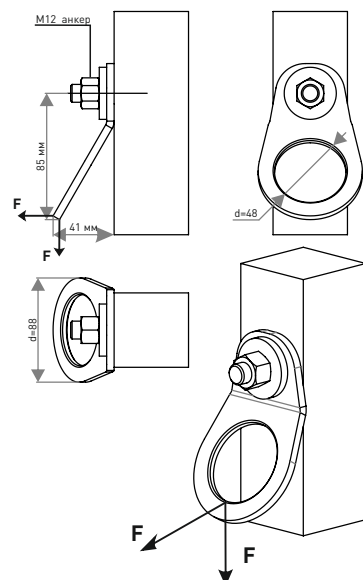

Рис. 5 Установка (монтаж) анкерной точки.
2. Установка анкерной точки должна проводиться в соответствии с правилами выполнения механических и строительных соединений. Для монтажа на металлический профиль следует использовать крепежные элементы M12, для монтажа в бетон - химический анкер M12 (**рис. 5**). Длину винтов следует подбирать в соответствии с толщиной соединяемых элементов.